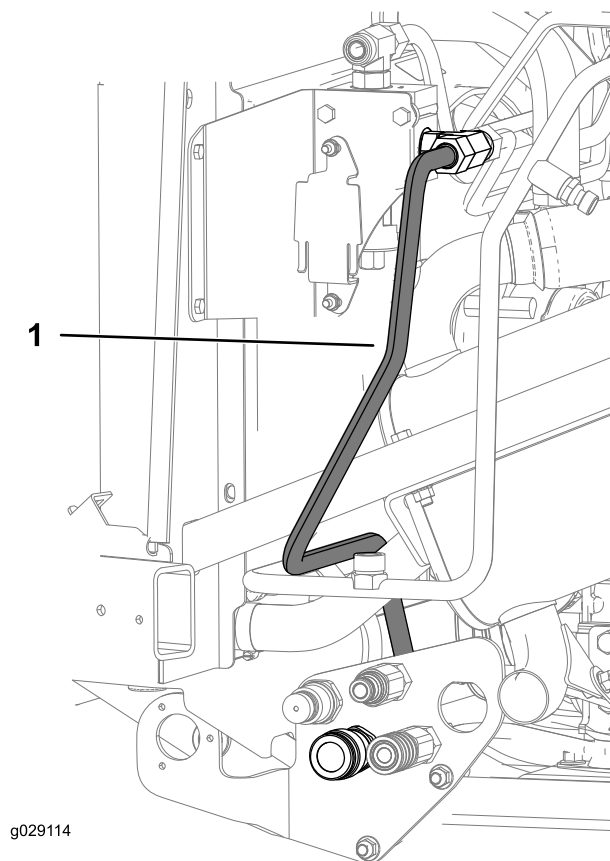

図 23
3. 図 23に示すように、油圧ホースBを、右側マニホルドアセンブリのT字アダプタフィッティング 5/8 インチ、オス から、バルクヘッドアセンブリのバルクヘッドカップラ 4.02 インチに取り付ける。